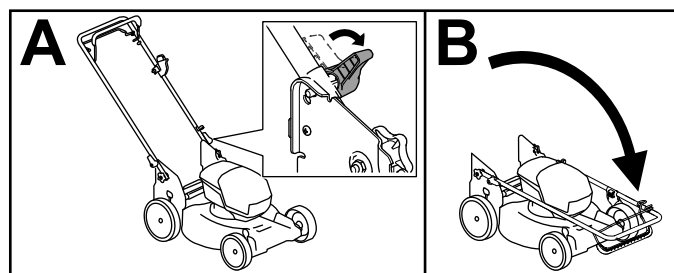

Figura 15
4. Abra las palancas de bloqueo del manillar hasta que pueda mover libremente la sección superior del manillar (Figura 15, A).
5. Pliegue el manillar hacia adelante del todo (Figura 15, B).
6. Para desplegar el manillar, repita el paso A de la Figura 15 y ponga el manillar en la posición de operación.